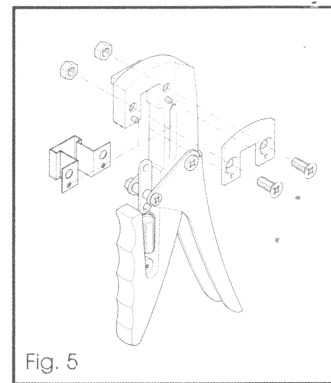

Fig. 5
- 3) Seguendo le stesse istruzioni per l'innesto ad Incastro/Omega, cambiare o/la lama con la lama a Gemma (fig. 5).
- 3) Following the instructions given above for Omega/Slot grafting, change to the Bud blade (fig. 5).
- 3) Dieselben Anleitungen wie bei der Kopulation V / Omegapfropfung befolgen und nun die Klinge durch die Okulation förmige Klinge ersetzen (Abb. 5).
- 3) Siguiendo las mismas instrucciones para el injerto de Hendadura/Omega, sustituya la cuchilla con aquella de Yema (fig. 5).
- 3) En suivant les mêmes instructions pour la greffe en fente/oméga, changer la lame avec la lame en Écusson (fig. 5).